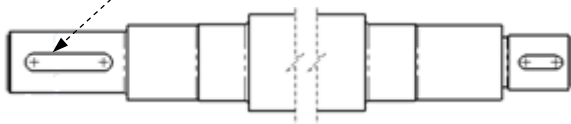

图 6.14.6 定义剖面线位置
Step2. 选取切割线类型。在 **切割线** 区域单击按钮，然后在图 6.14.6 所示的合适位置上单击，以确定放置位置。